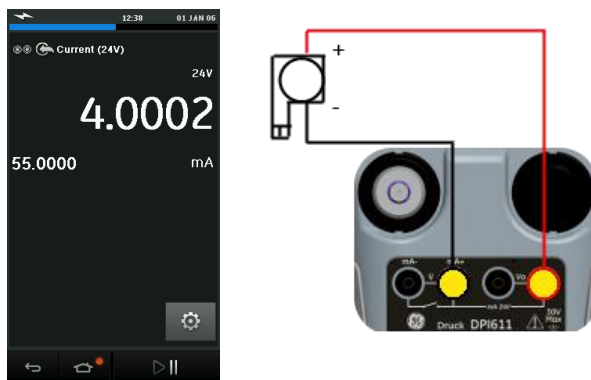

Рис. 2-18 Измерение тока в диапазоне электрического канала ± 55 мА
- Рис. 2-18 показана настройка электрического канала для измерения тока с использованием внутренней электрической цепи.